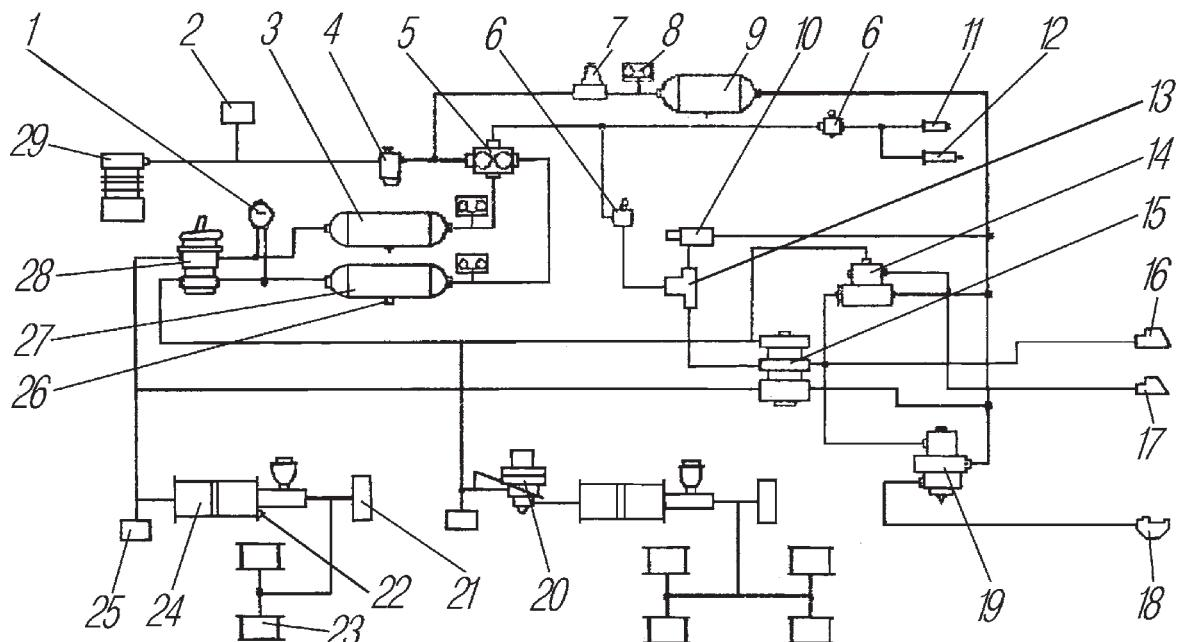
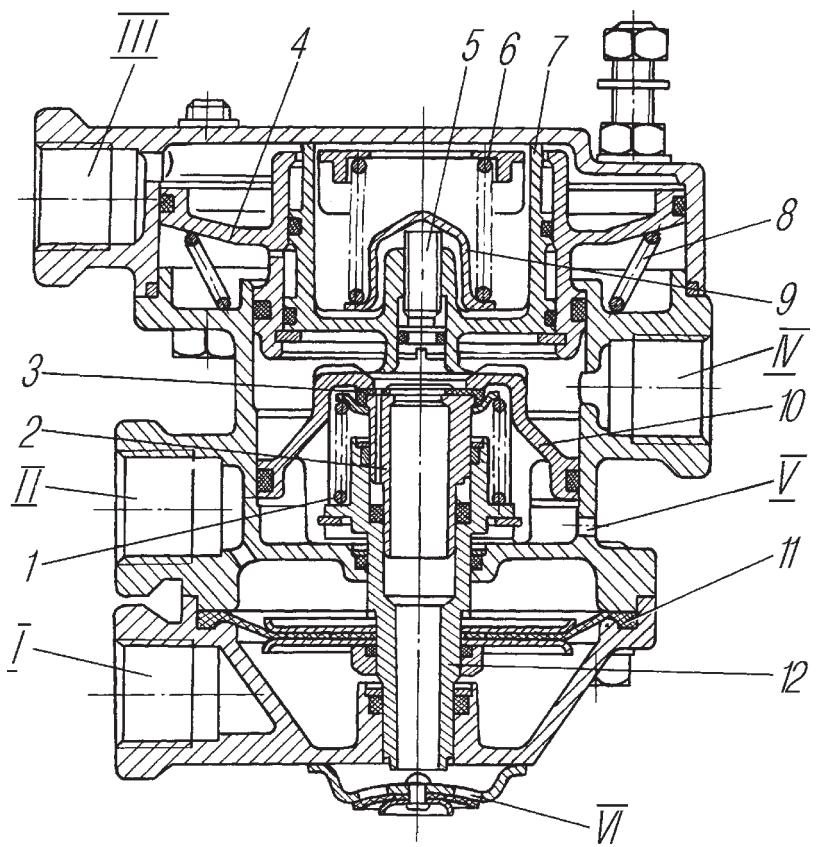

Рис. 67. Схема привода рабочих тормозов и комбинированного привода тормозов прицепа:
Рис. 75. Клапан управления тормозами прицепа с двухпроводным приводом:
Привод обеспечивает возможность присоединения тормозных систем прицепных автотранспортных средств, имеющих однопроводный или двухпроводный тормозные приводы. Принципиальная схема привода тормозов показана на рис. 67.
Для затормаживания автомобиля с прицепом на стоянке рычаг стояночного тормоза установите в верхнее фиксированное положение: при этом кран управления 10 выпускает сжатый воздух из вывода II (см.рис. 75) клапана 15 (см.рис. 67) и приводит в действие тормозные механизмы прицепа.
**Клапан управления тормозами прицепа с двухпроводным приводом** показан на рис. 75. К клапану управления к выводам II и V постоянно подведен воздух, который, воздействуя сверху на диафрагму 11 и снизу на средний поршень 10, удерживает поршень 12 в нижнем положении. При этом вывод IV соединяет магистраль управления тормозами прицепа с атмосферным выводом VI через центральное отверстие клапана 3 и нижнего поршня 12.
При подводе воздуха к выводу III поршни 4 и 7 перемещаются вниз, выпускной клапан 3 открывается, и воздух из баллона через вывод V, открытый выпускной клапан 3 поступает к выводу IV, который соединен с управляющей магистралью прицепа соединительной головкой 16 (см.рис. 67), а также воздух одновременно поступает к клапану управления тормозами прицепа с однопроводным приводом.
Следующее действие наступает при уравновешивании усилий на поршень 7 (см.рис. 75) снизу и сверху. В таком состоянии давление поступающего воздуха к выводу IV пропорционально давлению воздуха, поступающего к выводу III.
При торможении стояночным тормозом включается кран управления 10 (см.рис. 67), при этом воздух из вывода II (см.рис. 75) через кран управления выпускается в атмосферу. Одновременно с выходом воздуха из вывода II и наддиафрагменной полости поршни 10 и 12 под действием давления воздуха, поступающего через вывод V от баллона, перемещаются вверх, открывая клапан 3, чем обеспечивается подача воздуха через вывод IV в управляющую магистраль прицепа.